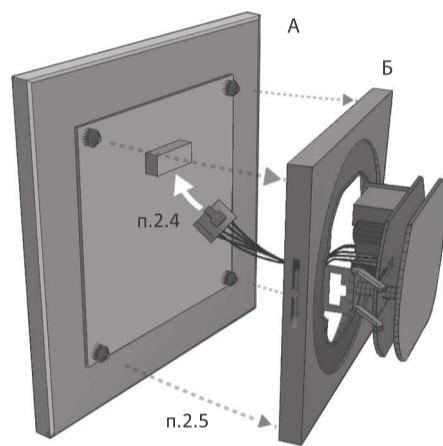

Рис. 1 Состав (А, Б) и порядок сборки (п. 2.4 и п.2.5) Q600WV.
**2.4** Сориентируйте и сомкните ответные части разъема шлейфа интерфейсного блока и сенсорной панели (рисунок 1).
**2.5** Сориентируйте сенсорную панель разъемом вверх и присоедините к интерфейсному блоку, обеспечивая ее равномерный прижим до защелкивания в замках (см. рисунок 1).